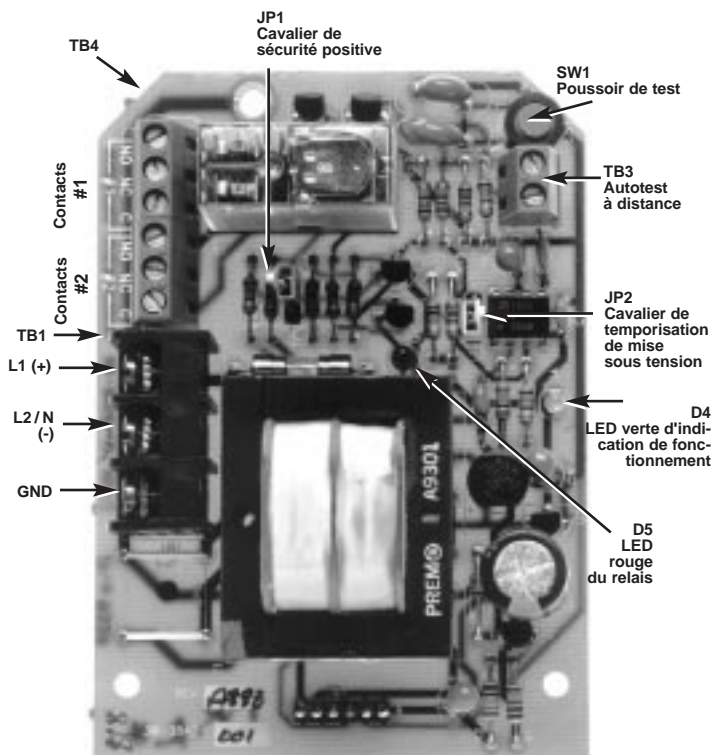

Figure 5a – Carte de circuit imprimé d'alimentation
4. Raccorder les fils d'alimentation aux bornes exactes du bornier TB1. Voir Figure 5a.
Lorsque le système est sous tension et que toutes les connexions ont été réalisées, appuyer sur le bouton TEST (SW1) de la c.c.i. principale. Se référer à la **Figure 5a**. Pour effectuer un test à distance, réaliser une fermeture de contact par les 2 fils connectés à TB3.